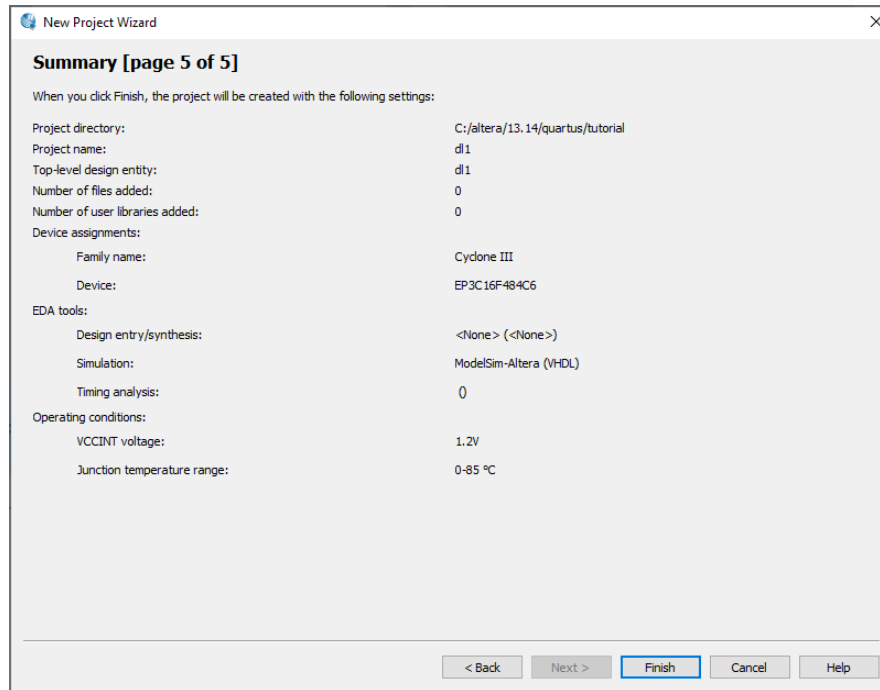

Figura 7
5. Al final vemos un resumen de las opciones elegidas. Ver Figura 7.